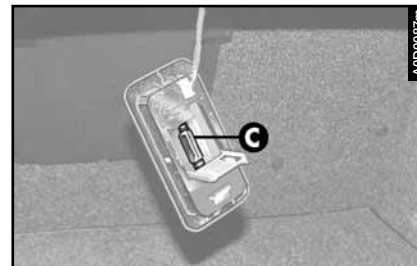

fig. 82
– sacar la lámpara (C- fig. 82) colocada a presión.